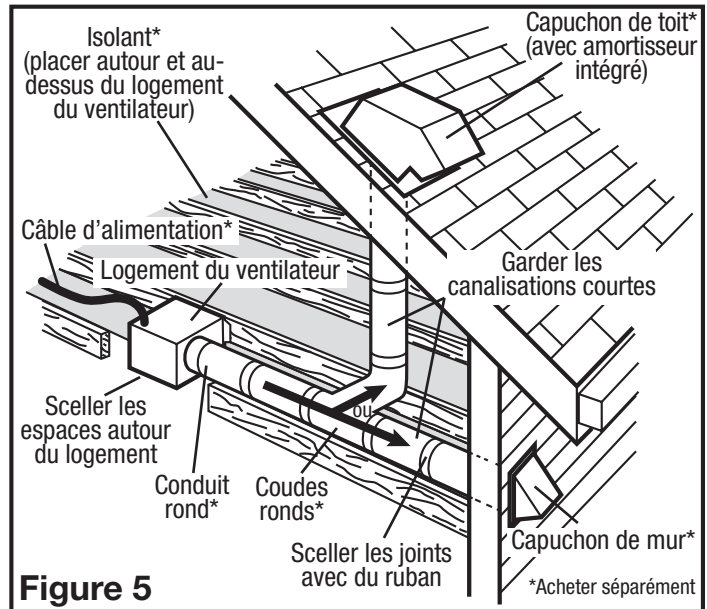

Figure 5
- Assurez-vous que les joints des conduits et les pénétrations extérieures sont scellés avec du mastic ou tout autre matériau similaire pour créer un passage d'air étanche afin de minimiser la perte ou le gain de chaleur et réduire le risque de condensation. Placez / enveloppez l'isolant autour du conduit et / ou ventilateur afin de minimiser la possibilité d'accumulation de condensation à l'intérieur du conduit, ainsi que la perte ou le gain de chaleur (Figure 5).